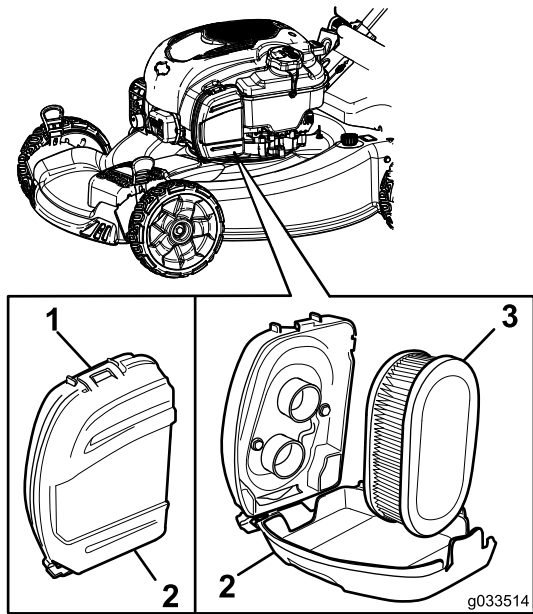

Figura 26
- Abra los cierres de la parte superior de la tapa del filtro de aire (Figura 26).
- Retire el filtro de aire (Figura 26).